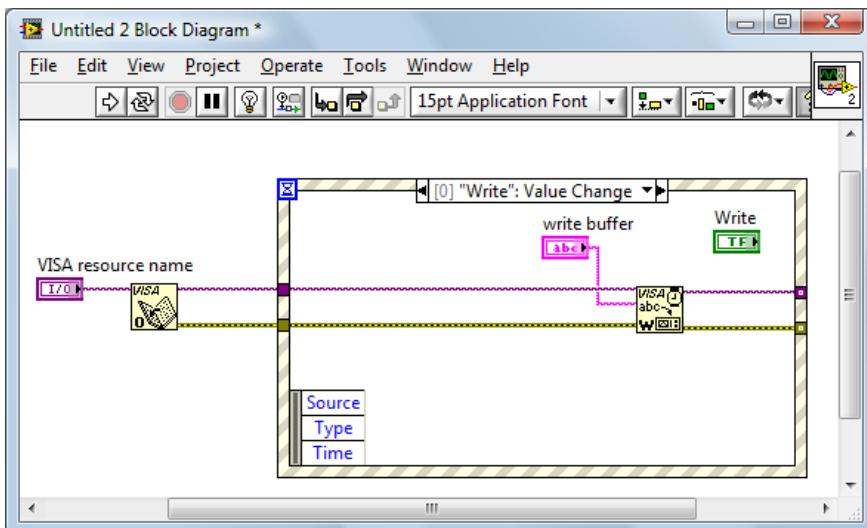

图 4-3-3
9. 右键 VISA Write 的 write buffer 接线端，在快捷键菜单中选择 Create>>Control 来创建一个输入控件 write buffer。如图 4-3-3 所示。